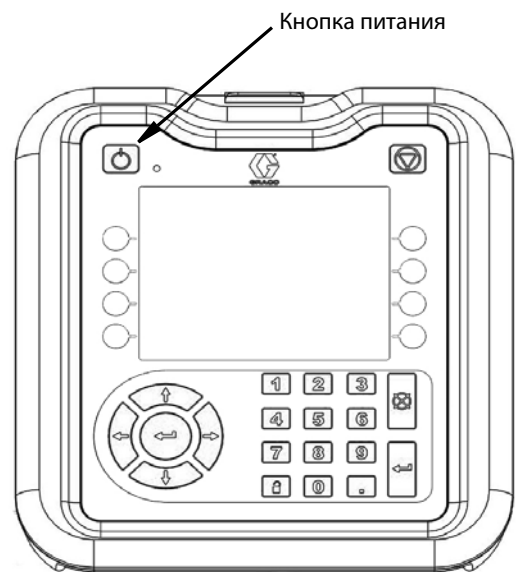

Рис. 24
11. Включите ADM, нажав кнопку питания, расположенную в левом верхнем углу. См. Рис. 24.